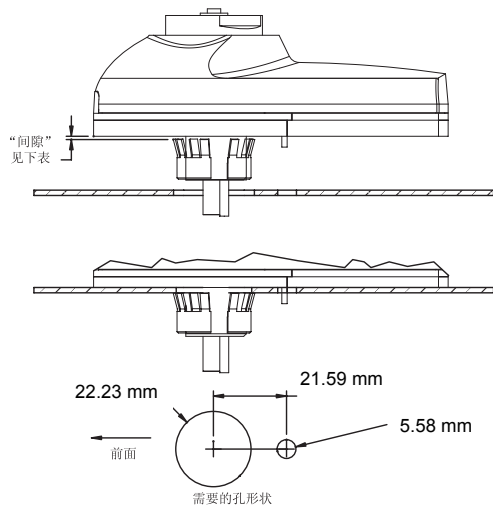

图 2 盲装
- 在安装表面（最大厚度为 0.33 cm）切孔或钻孔，尺寸和孔位如图 2 所示。